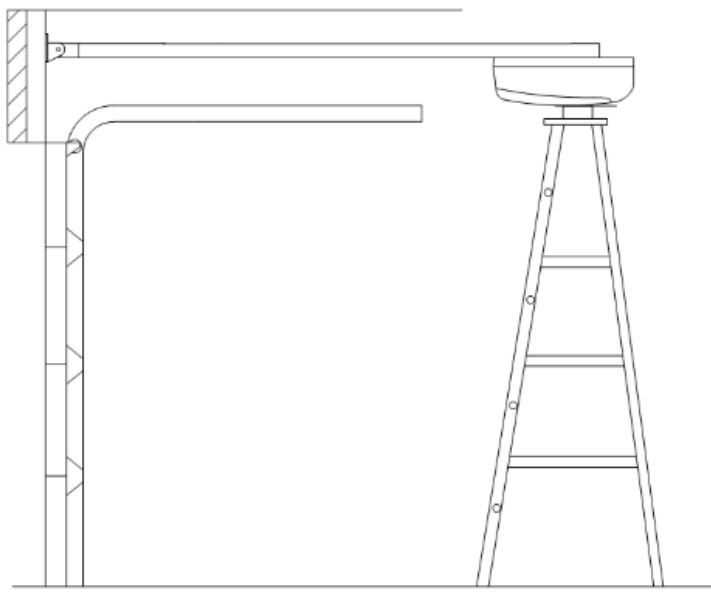

Rys. 1.
2. Wyznaczyć maksymalną wysokość części ruchomych bramy (tak jak pokazano na Rys. 1); Najlepiej zaznaczyć zmierzoną wartość kreską poziomą na nadprożu tak, aby przecinała się z wcześniej narysowaną kreską pionową.